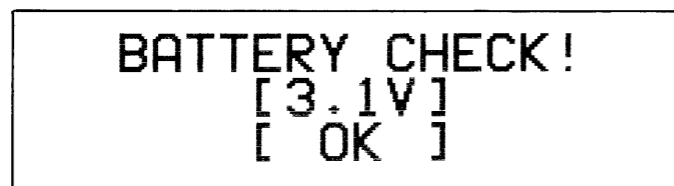

Fig. 10/図10
2. The LCD displays the voltage of the user memory backup battery. (See fig. 10.)
2. LCD 上に、ユーザー・メモリー・バックアップ用バッテリーの電圧を表示します。(図10参照)